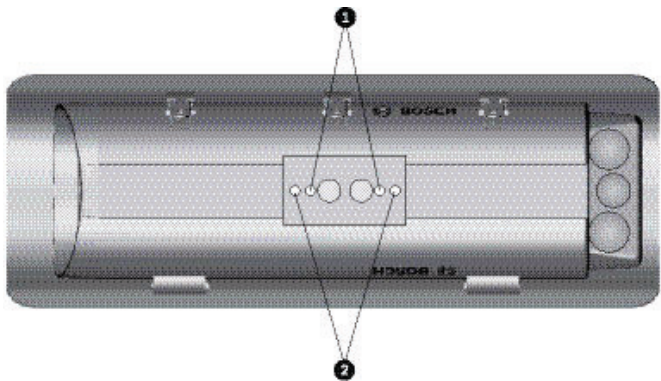

Figure 5.1 Trous taraudés pour un montage avec des connexions arrière ou pour le passage de câble
2. L'ensemble extérieur de trous taraudés 1/4-20 est destiné au montage de supports de passage, et l'ensemble intérieur de trous 1/4-20 est destiné au montage de tous les autres types de supports et de têtes orientables. Voir *Figure 5.1*.